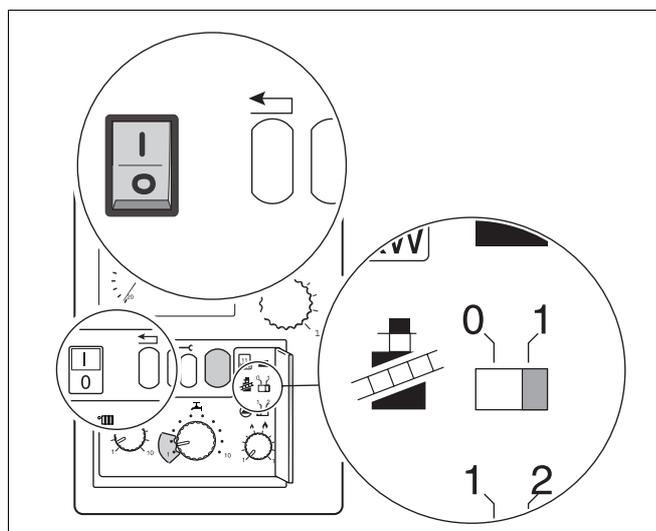

Fig. 24 Interruttore di rete (sinistra) e interruttore spazzacamino (destra)
- Mettere l'interruttore spazzacamino (fig. 24) in posizione "1".
- Inserire la spina di rete e porre l'interruttore di rete in posizione "I" (fig. 24). Dopo un tempo d'attesa di ca. 30 s si accenderà il bruciatore.